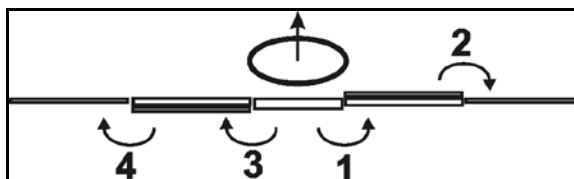

Fig. 76
Respeitar a ordem ao articular a armação para fora de acordo com Fig. 76. A articulação para dentro faz-se na ordem inversa!
2. Articular o braço de armação direito para fora (Fig. 76/1,2).
3. Articular o braço de armação esquerdo para fora (Fig. 76/3,4).